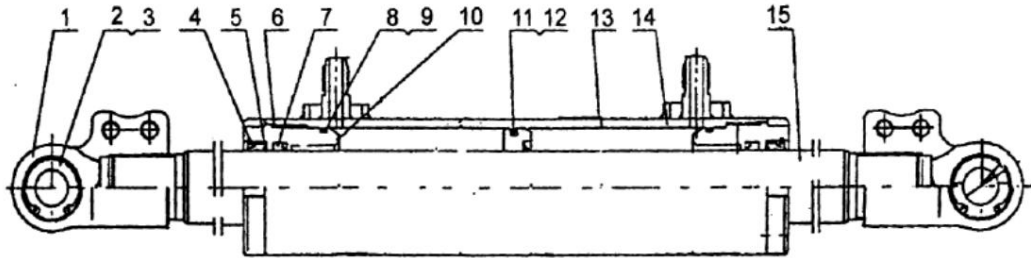

Figura 7-3 Cilindro de dirección
3.3 Cilindro de dirección (véase la figura 7-3)